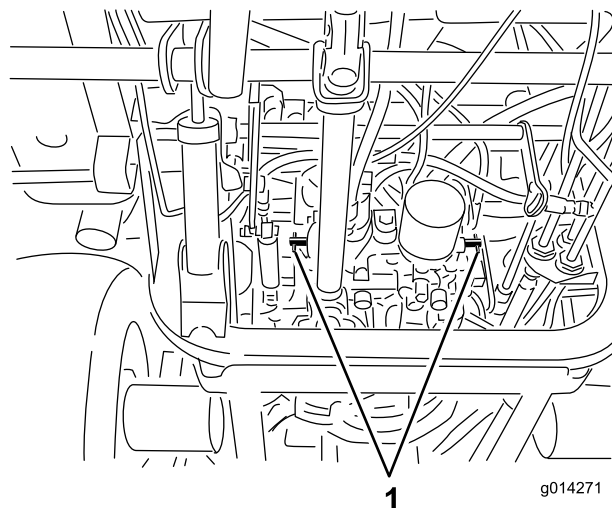

Figure 22
4. Tournez chaque vanne de dérivation d'un tour dans le sens anti-horaire (Figure 22).
Tournez chaque vanne de dérivation d'un tour dans le sens horaire et serrez-les à la main (couple de serrage de 8 N·m [71 po-lb] approx.) (Figure 22).